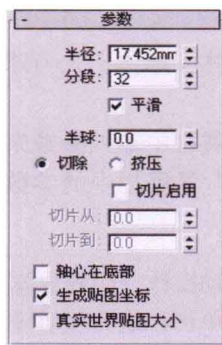

图1.29
- 01 在视图中选中“球体”,单击【修改】选项卡后,进入“修改”命令面板,该面板中的“参数”卷展栏如图1.29所示。
(2) 添加修改器命令